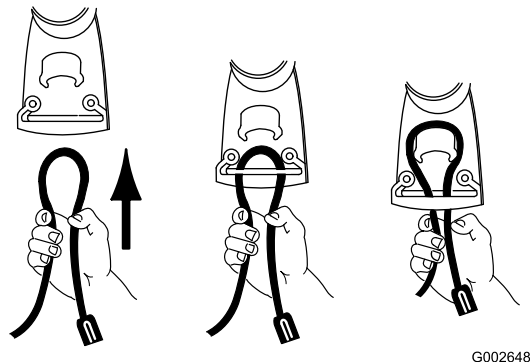

Figura 12
1. Forme un bucle en el cable alargador y fíjelo en el dispositivo de sujeción del cable (Figura 12).